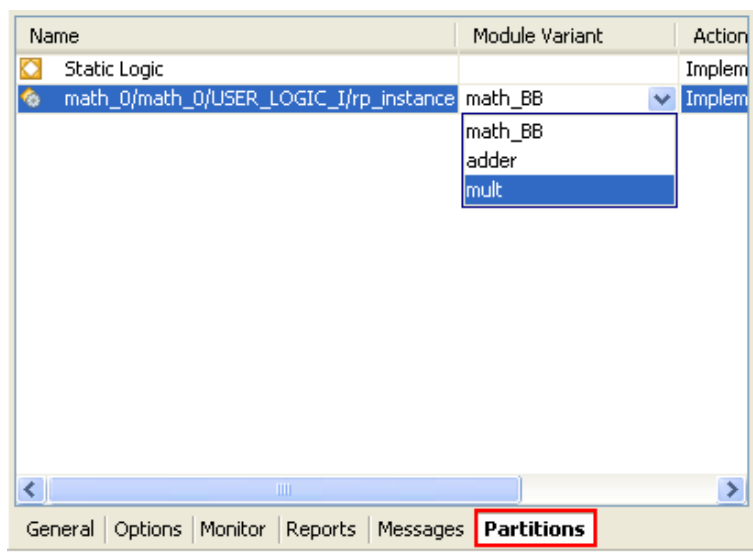

図 25 : [Module Variant] の選択
- 1-16-8. 図 25 のように、[Partitions] タブの [Module Variant] 列のドロップダウン ボタンをクリックし、**mult** を選択します。